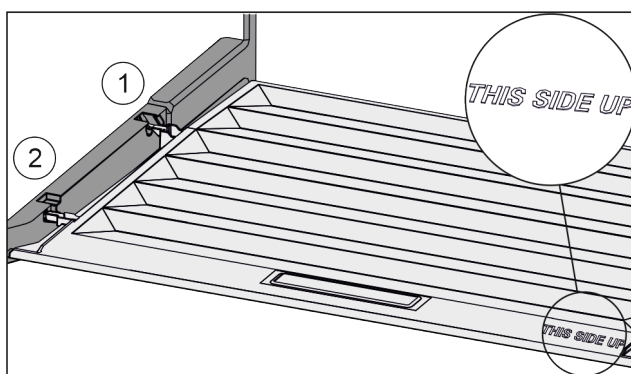

Fig. 68
- Skyv inn dekseltrinn via åpningen til bakre holder *Fig. 68 (1)* og klikk dem på plass i fremre holder *Fig. 68 (2)*.